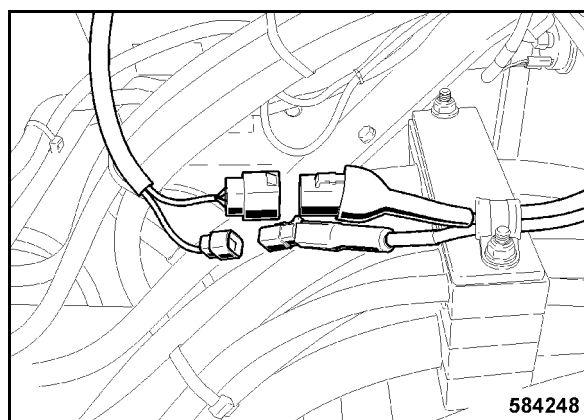

Bild 194
- Liitä ilmastointilaitteen pistoliitäntä (Bild 194).